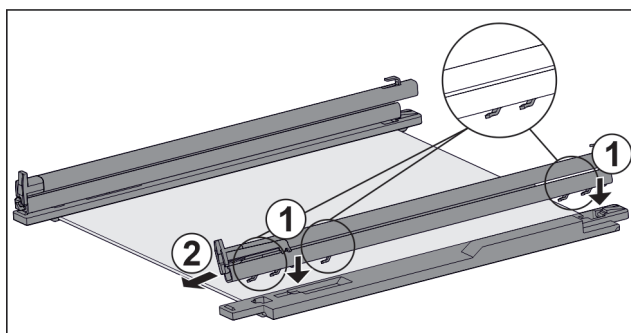

Fig. 227 Pllaka e xhamit me shinat dhe pjesët mbajtëse
- Vendosni kapëset e shinës mbi vrimat e pjesës mbajtëse **të majtë**. Fig. 227 (1)
- Tërhiqni shinën për nga përpara. Fig. 227 (2)
- Vendosni kapëset e shinës mbi vrimat e pjesës mbajtëse **të djathtë**. Fig. 227 (1)